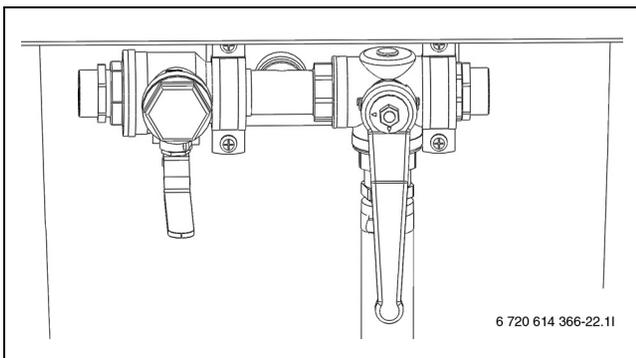

Fig. 23 Station de remplissage en mode mélange
- ▶ Placer les vannes de la station de remplissage en position de mélange (→ figure 23).